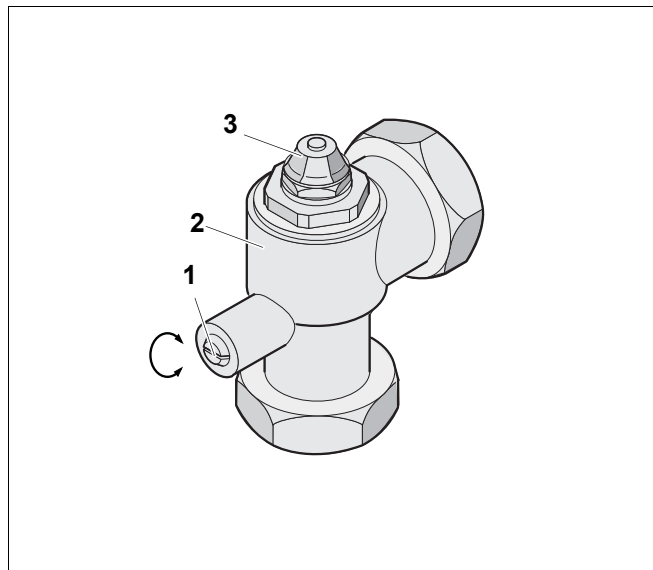

Рис. 10 Угловой обратный клапан с вентилем выпуска воздуха
- Повернуть шлиц на головке винта (рис. 10, **поз. 1**) углового обратного клапана (рис. 10, **поз. 2**) в вертикальное положение (всегда открыто).
- Открыть вентиль для выпуска воздуха (рис. 10, **поз. 3**).
- Перевести шлиц на головке винта (рис. 10, **поз. 1**) углового обратного клапана в горизонтальное положение (рабочее состояние).
- Закрывать вентиль для выпуска воздуха (рис. 10, **поз. 3**), как только из него польется вода без воздушных пузырьков.